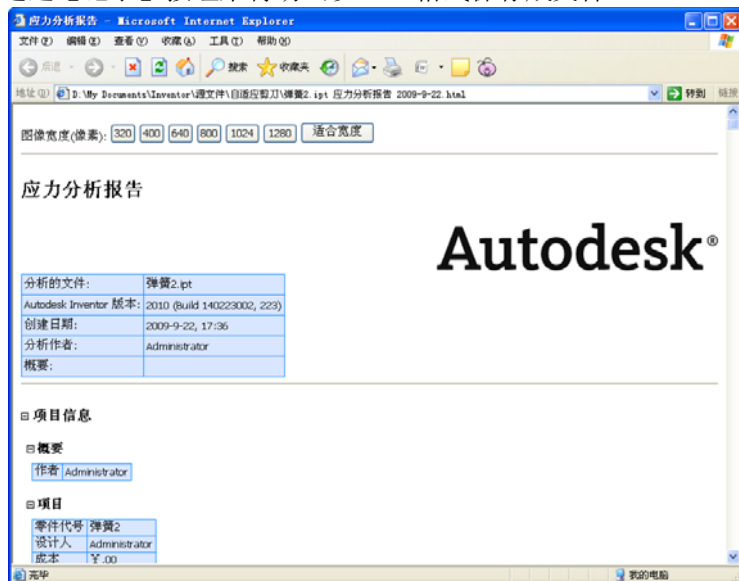

图 14-21 包含报告的浏览器窗口
(1) 设置并运行零件分析。
(2) 设置缩放和当前零件的视图方向，以显示分析结果的最佳图示。此处所选视图就是在报告中使用的视图。
(3) 从工具面板中，选择【报告】按钮以创建当前分析的报告。完成后，将显示一个 IE 浏览器窗口，其中包含了该报告，如图 14-21 所示。
(4) 使用 IE 浏览器【文件】菜单中的【另存为】命令保存报告，供日后参考。
场景图形部分带有标签的图形，这些图形显示了不同结果集的轮廓，例如等效应力、最大主应力、最小主应力、变形和安全系数，如图 14-21 所示。